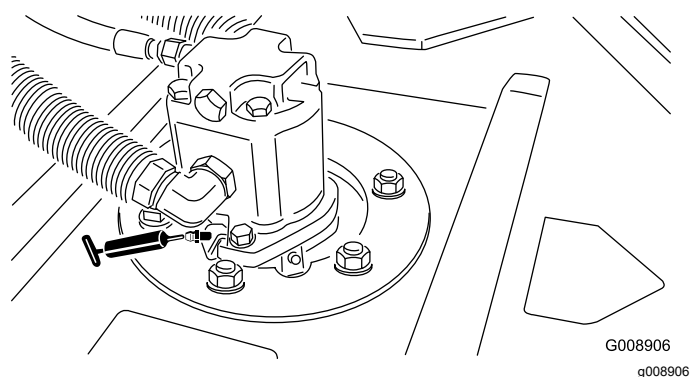

Figure 71
- Roulements d'axes de pivots des unités de coupe (2 par unité de coupe) – Figure 71